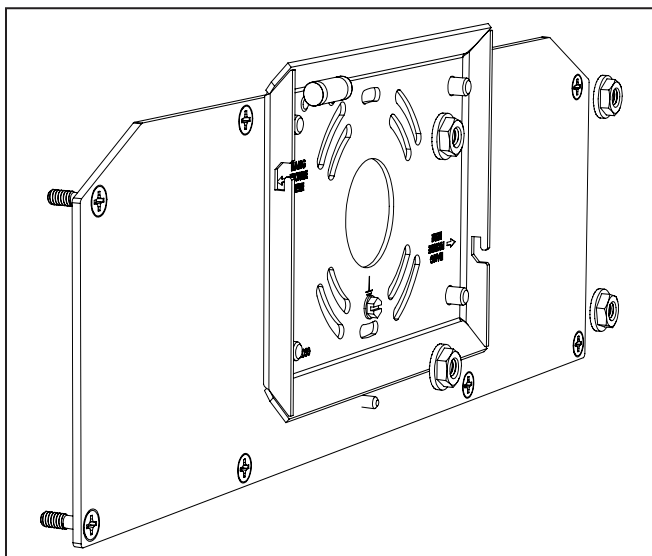

Figura 13.
2. Fije la placa de cuña a la placa de la cubierta frontal utilizando los 4 tornillos de sujeción (Figura 13). Apriete los tornillos de sujeción a 50 in-lb (5,7 N·m).